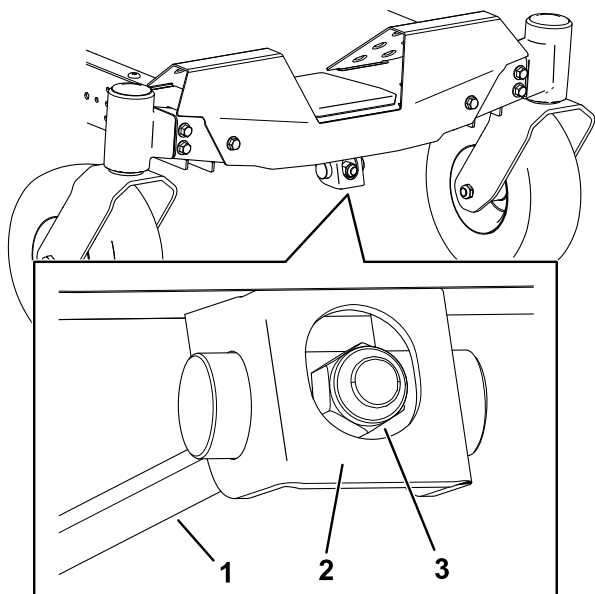

Figura 70
1. Rode a porca de ajuste na frente do cortador (Figura 70).